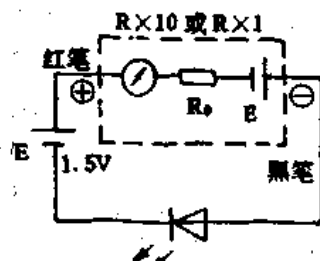

图6-33 万用表检查发光二极管的发光情况
(2) 测量发光情况。仅仅凭测量正反向电阻不能肯定地说发光二极管就是好的，比较可靠的测量，还应该检查其发光情况。如图6-33所示，万用表置于 $R\times 10k$ 档，要使发光二极管发光，可在万用表上串一只1.5V干电池，注意电池极性应与万用表内电池顺向串联，这样总的电压就为3V，发光二极管就会发出晶莹艳丽的光来，如果不能发光就说明管子已坏。